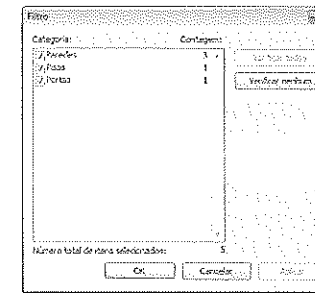

Figura 5.20 – Seleção das categorias no filtro.
3. Surge a janela de diálogo da Figura 5.20 com os objetos selecionados.